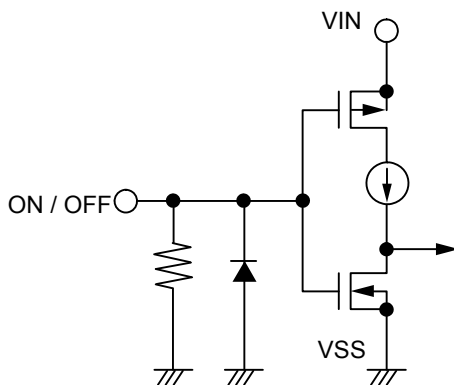

図15 S-19251シリーズA / Cタイプ
ON / OFF端子は図15、図16の構成になっています。
*2. ON / OFF端子をVIN端子に接続した状態で動作させたときのS-19251シリーズA / Cタイプの消費電流は、プルダウン抵抗に流れ込む電流分だけ多く流れますので注意してください (図15参照)。